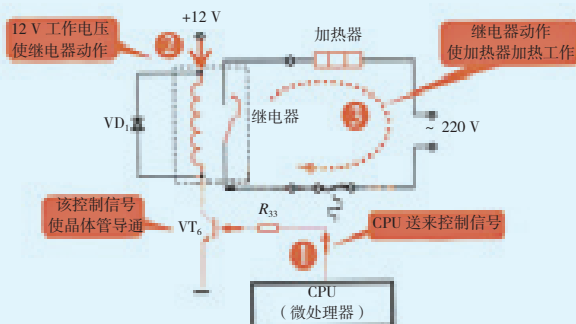

图 4-12 加热控制器工作原理图
3. 继电器中的触点接通以后，交流220 V电源与加热器电路形成回路，开始加热工作。如图4-12所示。